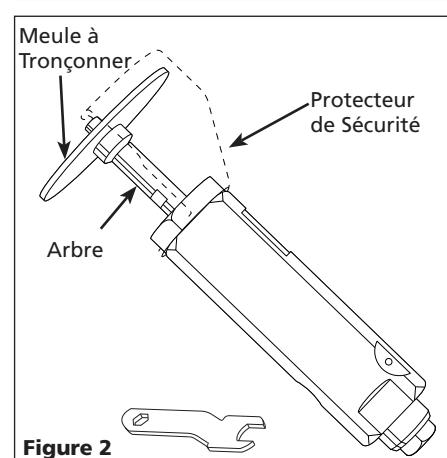

Figure 2
3. Centrer la meule de rechange sur l'arbre (Voir Figure 2). S'assurer que la meule de rechange correspond aux tr/min de l'outil pneumatique. **Serrer la vis d'assemblage avec sûreté.**